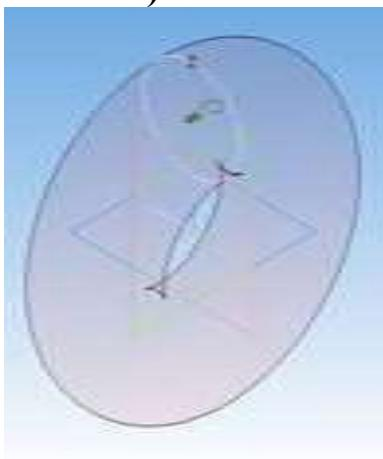

Рисунок 15.11 – Фантом тора
11. Вызовите **панель расширенных команд** кнопки **операция выдавливания** инструментальной панели **редактирование детали** и выберите **операция вращения** (рисунок 15.11).